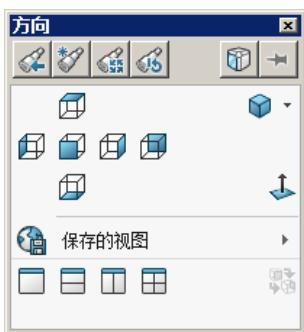

图 5.2.20 “方向”对话框（一）
- (视图定向): 这是一个定制视图方向的命令，用于保存某个特定的视图方位，若用户对模型进行了旋转操作，只需单击此按钮，便可从系统弹出的如图 5.2.20 所示的“方向”对话框（一）中找到这个已命名的视图方位。
(1) 将模型旋转到预定视图方位。
(2) 在“标准视图 (E)”工具栏中单击 按钮，系统弹出如图 5.2.20 所示的“方向”对话框（一）。